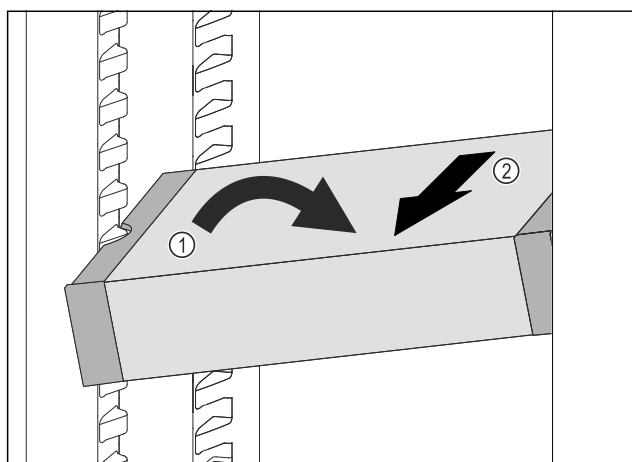

Fig. 185
- VarioSafe postavte v chladničce šikmo. Fig. 185 (1)
- VarioSafe odeberte směrem dopředu. Fig. 185 (2)